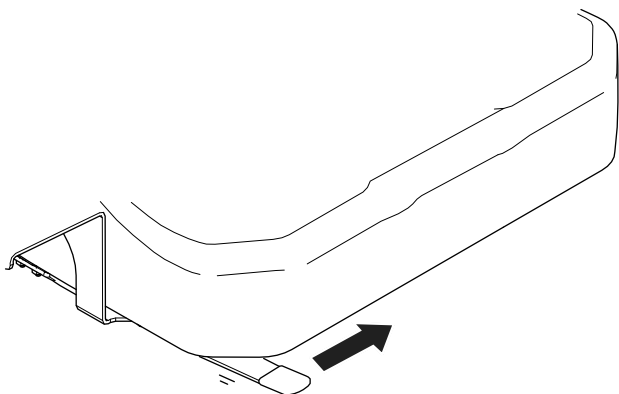

Figura 12
- **Modelo 32301:** Mova a alavanca para a esquerda (Figura 12), mova o banco para uma posição confortável e liberte a alavanca de bloqueio para fixar a posição do banco.